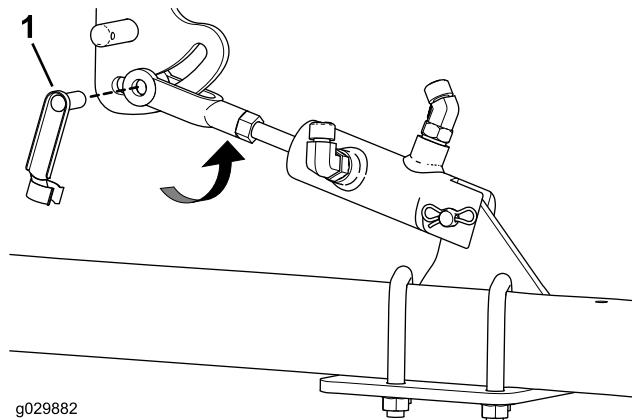

図9
4. ヨークリンクにスプリングクレビスピンを差し込んでロック位置に回す図9。